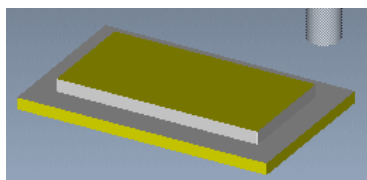

图 10.4.23 动态仿真
Step2. 在“轮廓铣削”操控板中, 单击  按钮, 系统弹出“VERICUT 7.1.5 by CGTech”窗口, 单击  按钮, 运行结果如图 10.4.23 所示。